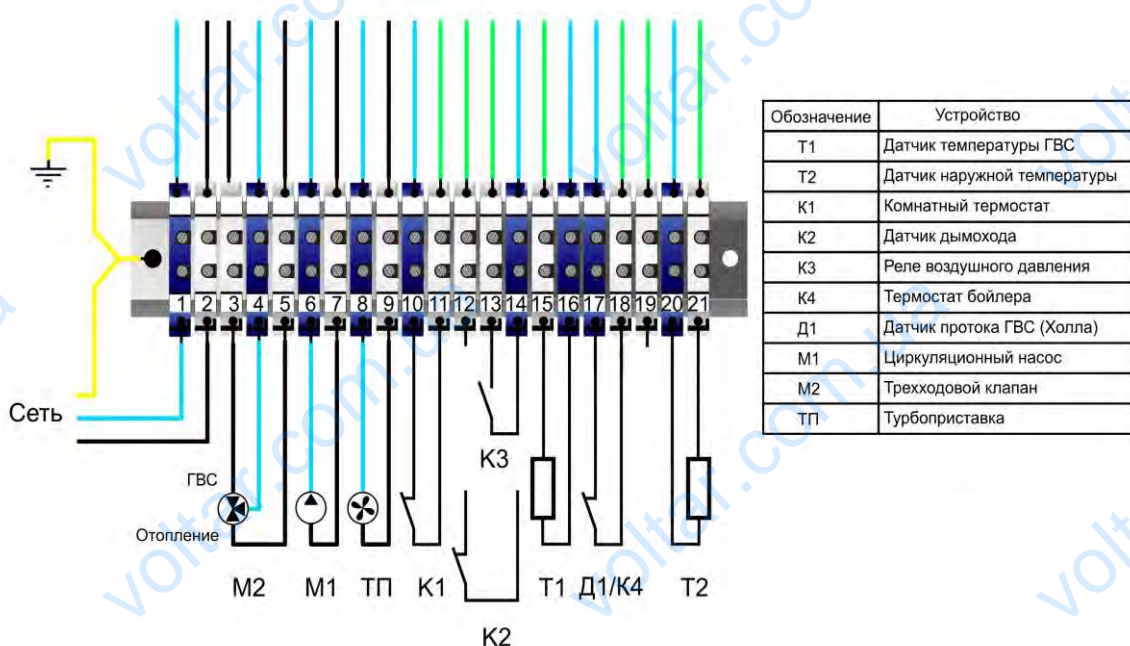

Рис. 7. Схема подключений внешних цепей котла
• Выполнить подключение дополнительных внешних приборов согласно схеме рис.7 (если они были заказаны для имеющегося исполнения котла или предусмотрены проектом).
• произвести подключение питающей сети к клемной колодке, как указано на рис.7.
- произвести подключение циркуляционного насоса к контактам клемной колодки (М1), как указано на рис. 7, протянув кабель через отверстие в задней стенке котла;
- произвести подключение комнатного термостата (программируемого комнатного термостата) К1, в соответствии с инструкцией по его эксплуатации, как указано на рис.7, протянув кабель через отверстие в задней стенке котла;